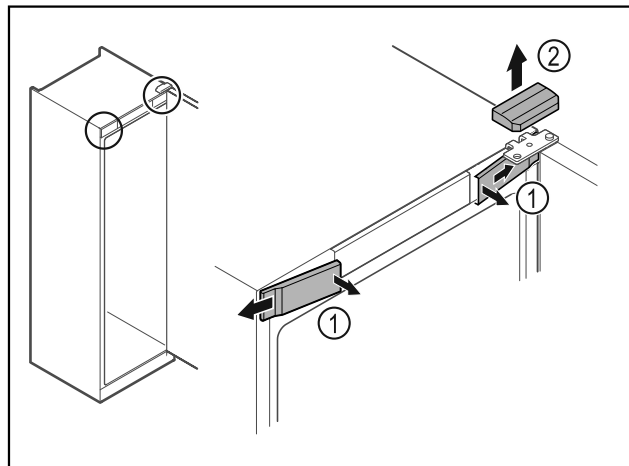

Fig. 11
- Voorste afdekkingen Fig. 11 (1) binnen ontgrendelen en naar de zijkant toe verwijderen.
- Bovenste afdekking Fig. 11 (2) naar boven toe verwijderen.